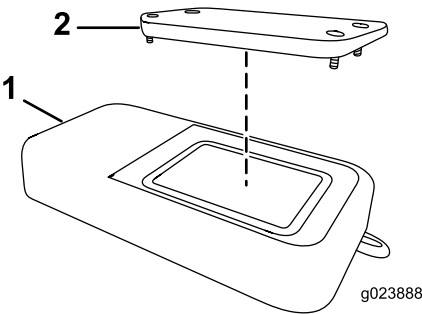

Figura 58
2. Remova a tampa (Figura 58).